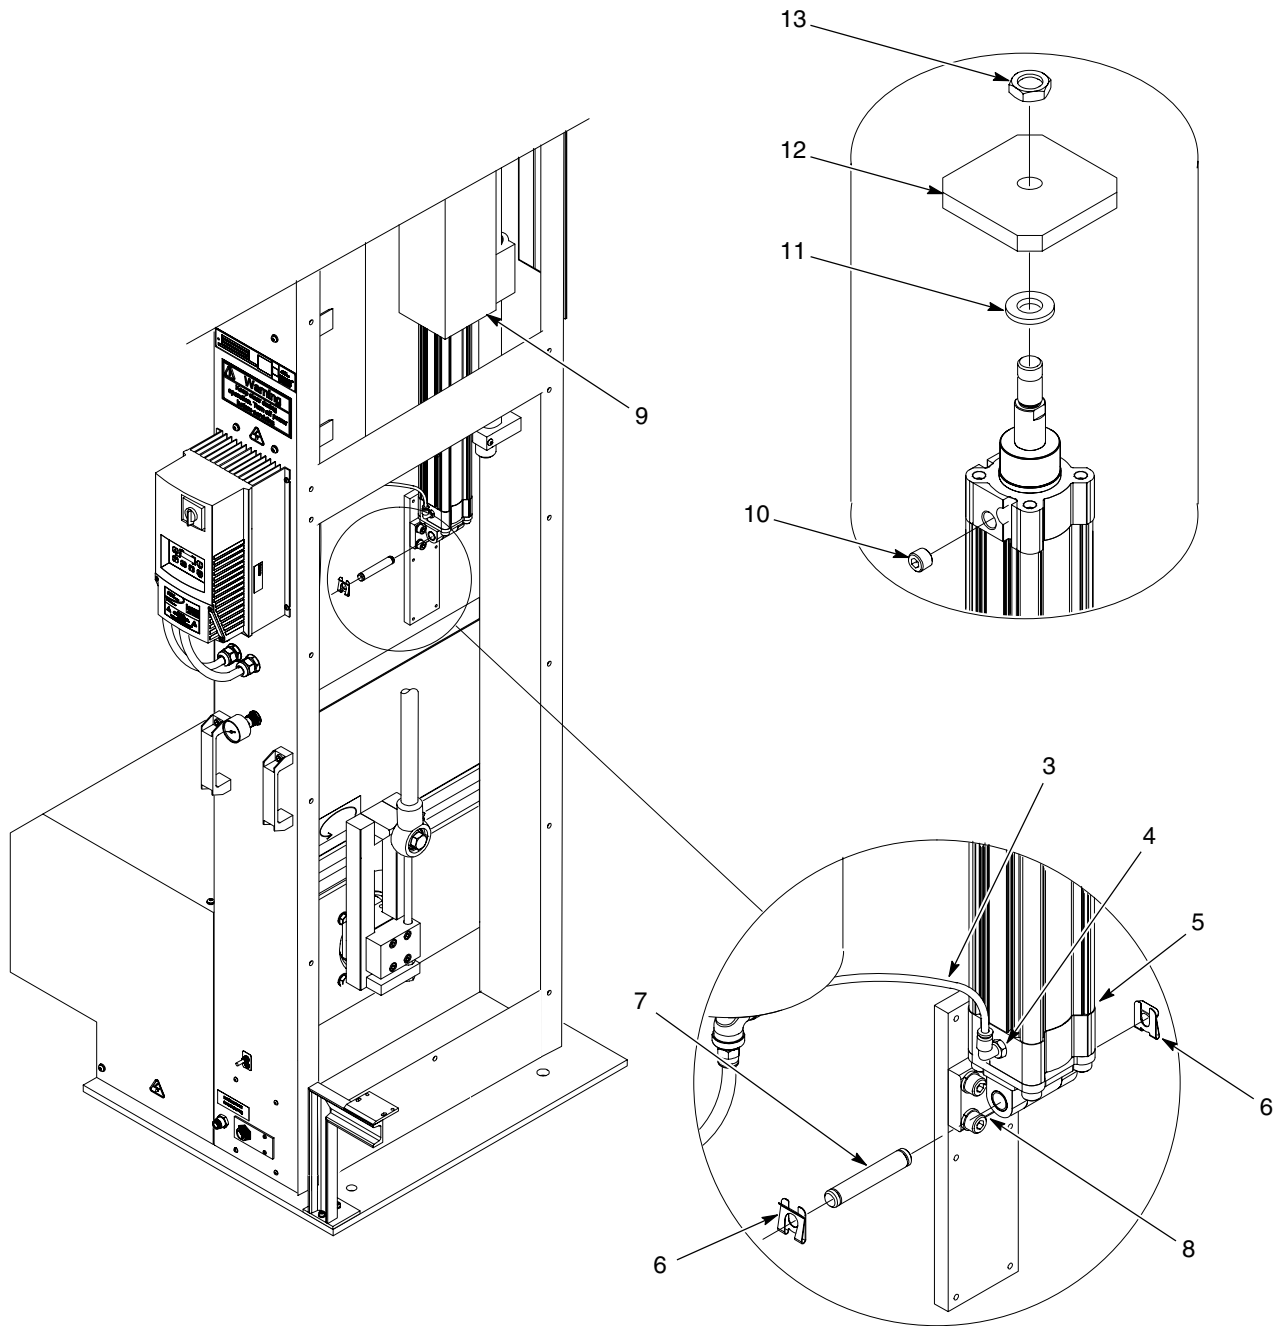

Рис. 20 Установка пневмоцилиндра
3. См. рис. 20. Отсоединить пневматическую линию (3) от фитинга пневмоцилиндра (4).
4. Снять скобы (6) и штифт (7) крепления пневмоцилиндра (5) на кронштейне (8). Извлечь пневмоцилиндр из монтажной трубки (9) узла подшипников.
- a. Снять (4), сапун (10), шайбу (11), опорную пластину (12) и отвернуть контргайку (13) с заменяемого пневмоцилиндра.
6. Установить новый пневмоцилиндр (5) в монтажную трубку (9) узла подшипников. Зафиксировать пневмоцилиндр при помощи штифта (7) и скоб (6).
7. Подсоединить пневматическую линию (3) к фитингу пневмоцилиндра (4).